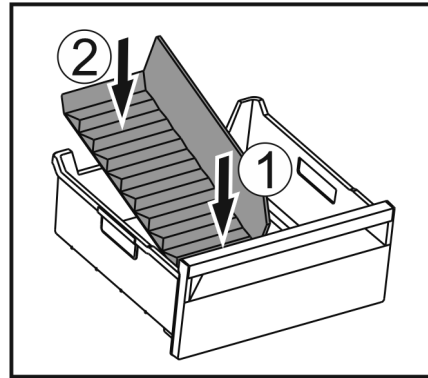

Fig. 121
► 装入冰格分隔器前部。 Fig. 121 (1)
► 将冰格分隔器后部放低至抽屉底板。 Fig. 121 (2)